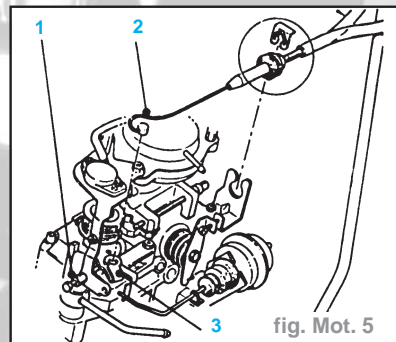

fig. Mot. 5
- Décrocher le câble de papillon (2) - déposer le clip du support et soulever l'attache de la gaine du support (fig. Mot. 5).